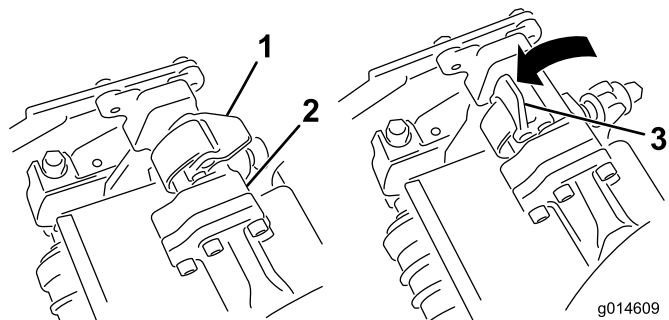
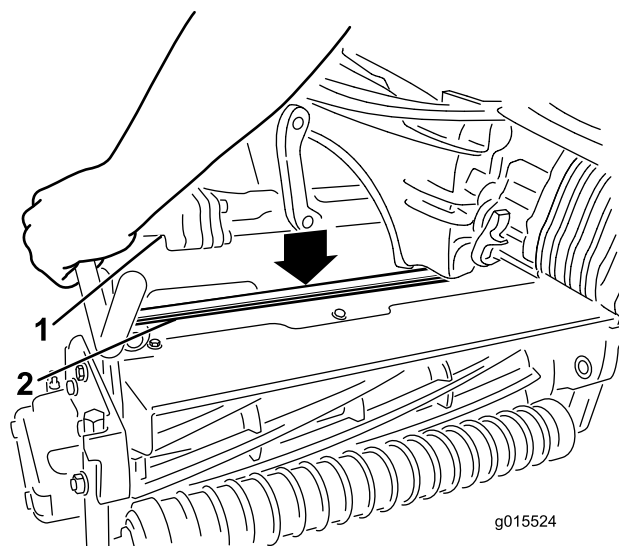

図 32
図 33
- サスペンション・アームのバーについているラッチを上向き（開いた状態）にして（図 32）、サスペンション・アームを押し下げて、バーを、カuttingユニットのバーの上に被せるようにする（図 33）。
- ラッチを下げるとカuttingユニットのバーがロックされてユニットがアームにセットされる（図 32）。
5. 取り外したいカッティングユニットのサスペンション・アームのバーについているラッチを開く（図 32）。